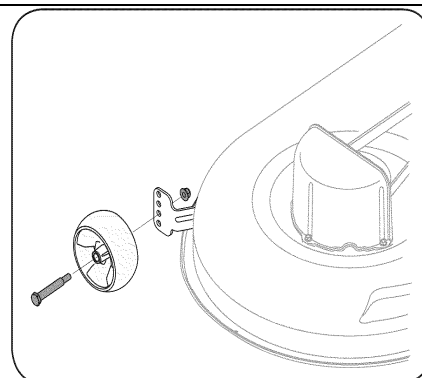

Рис.4
- b. Отсоедините переднее колесо деки, отвернув контрящую гайку и извечь болт с подголовником, которые удерживают колесо на деке. См. Рис.4.
- e. Извлеките фиксирующий штифт и пружинный зажим из кронштейна крепления ролика, расположенного с правой стороны деки. См. Рис.4.